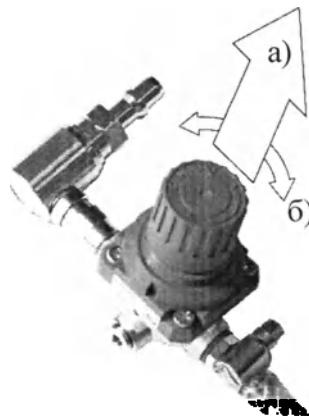

Рисунок 3. Регулировка редуктора, встроенного в соединительный рукав DIN 13260.
Подключите соединительный рукав DIN 13260 к газовой магистрали операционной. Соедините выходной штуцер соединительного рукава с входным разъемом CO₂ ② на задней панели инсуффлятора. Включите инсуффлятор. Потяните за вентиль редуктора, чтобы разблокировать его (см. рис. 3). Вращая регулирующий винт редуктора, установите давление на выходе редуктора, равным 0,35 – 0,45 МПа. Давление контролируйте по шкальному индикатору входного давления инсуффлятора ⑥. Входное давление должно быть в пределах сектора «Норма» шкального инди-